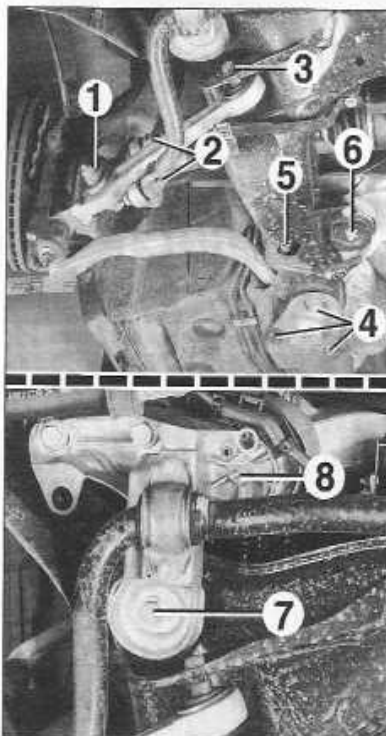

FIGURE 6-8
- le boulon de fixation inférieure (1) de l'élément de suspension.
- les écrous de fixation (2) des biellettes de barre stabilisatrice.
- le boulon de fixation (3) du bras de guidage sur le berceau.
- les fixations des appuis arrière (4) du berceau puis l'abaisser.
- la fixation du bras de guidage (5) du pivot.
- l'écrou de fixation (6) du support de boîte de vitesses.
- la vis (7) de fixation avant du berceau.
- Desserrer la vis de fixation inférieure (8) de support moteur jusqu'à ce qu'on puisse sortir le berceau (figure 6-8).
- Mettre en place le berceau ainsi que les vis avant de berceau (7) et (8) (figure 6-8).